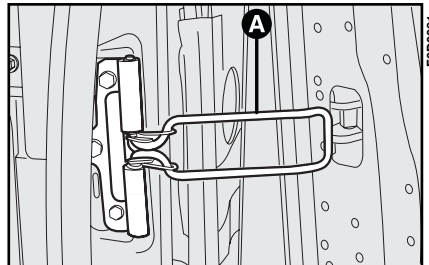

Abb. 128
Um das Be- und Entladen zu erleichtern, kann der Öffnungswinkel der beiden Flügel vergrößert werden. Für Ausführung dieses Vorganges die Federsysteme **A, Abb. 128** aushaken. In dieser Weise öffnen sich die Flügel um ca. 180 Grad.
- die Begrenzungsfeder der Öffnungsweite von 90° aushaken **A, Abb. 128**